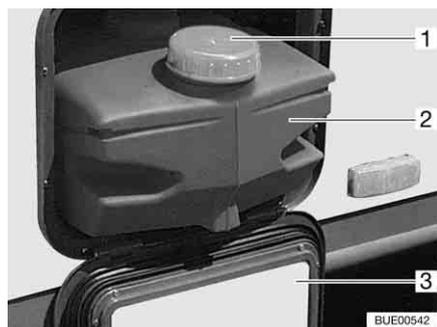

Fig. 146 Serbatoio dell'acqua 22 l
In caso di trasporto chiudere il serbatoio dell'acqua con un coperchio (Fig. 146,1).
- Aprire lo sportello di servizio (Fig. 146,3) (vedi capitolo 6).
- Estrarre il serbatoio dell'acqua (Fig. 146,2).
- Estrarre il serbatoio dell'acqua (Fig. 146,2) e svuotarlo.